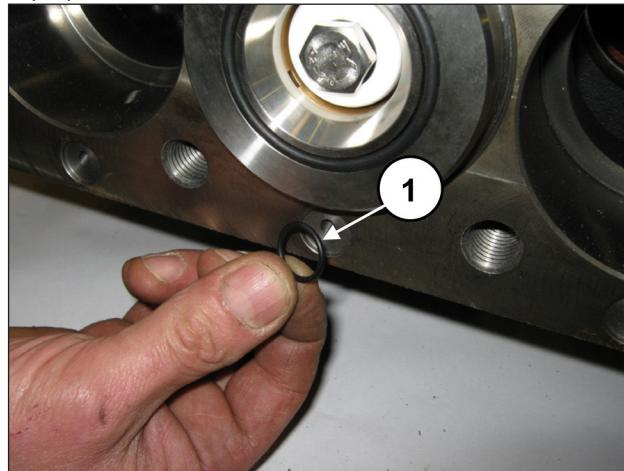

Рис. 163
Вставьте 6 фронтальных уплотнительных колец O-Ring картера насоса (поз. ①, Рис. 163).